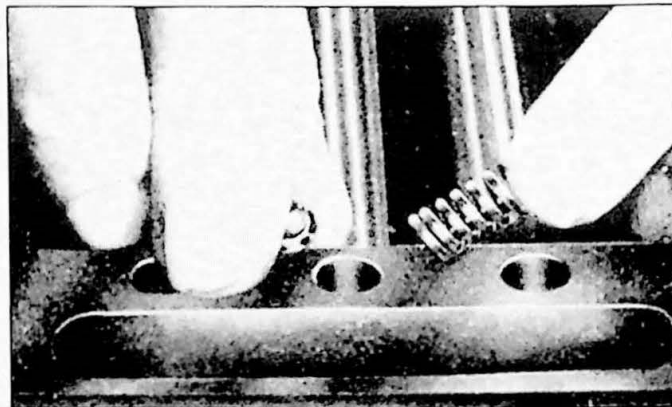

Fig. 6.21. Montage van sperkogels en veren.
9. Plaats de sperkogels en veren op de juiste plaatsen (Fig. 6.21). Monteer het deksel van de bak. Controleer of alle versnellingen te gebruiken zijn.